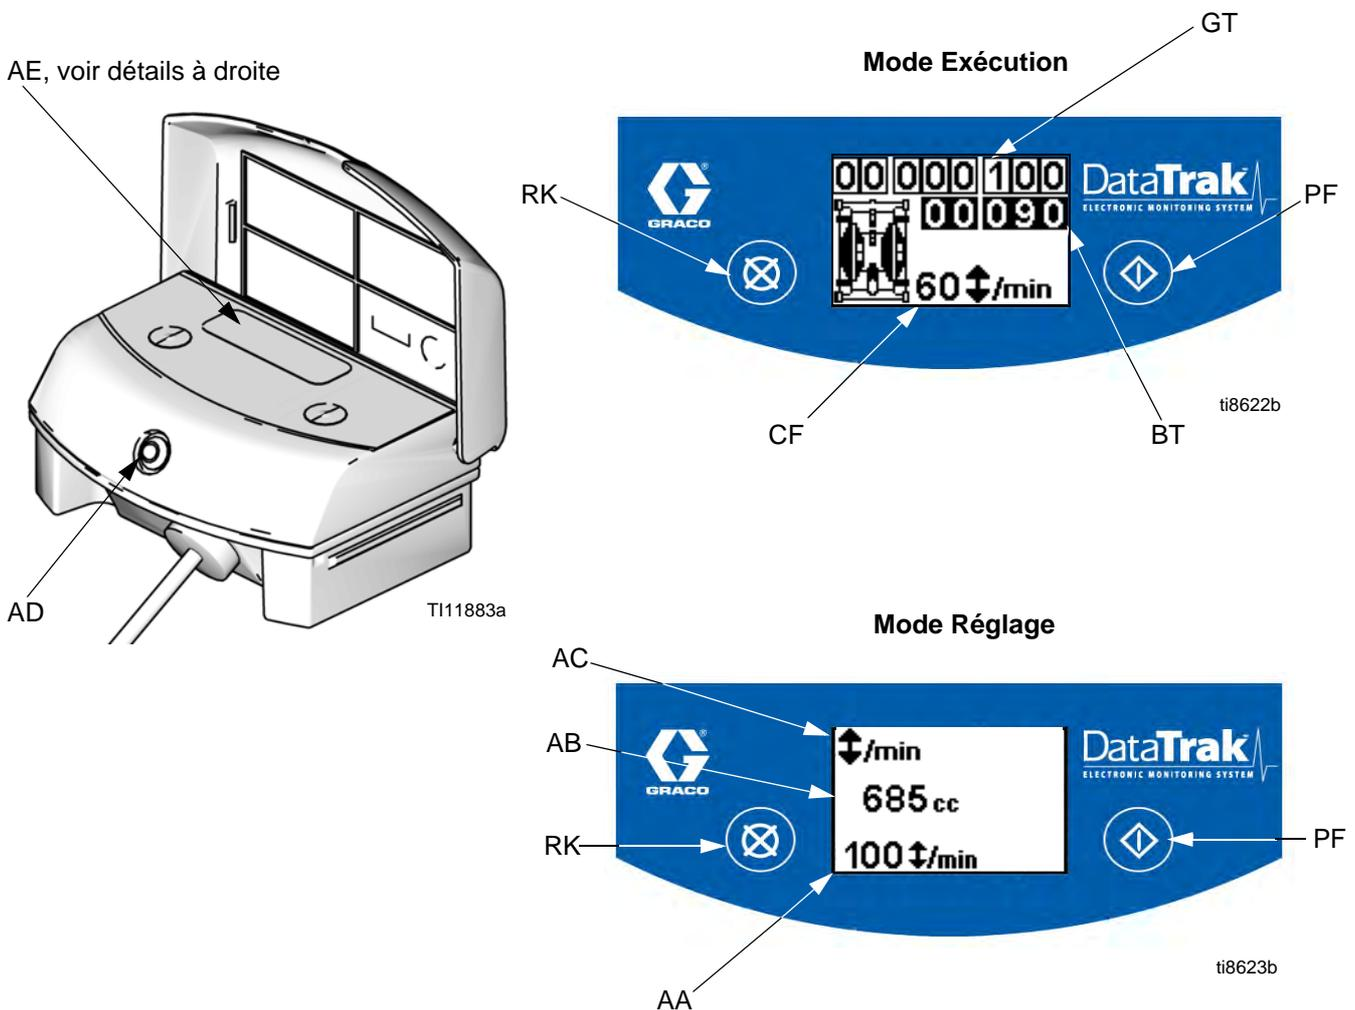

Fig. 1. Commandes et voyants DataTrak
1. Voir Fig. 1. Appuyez et maintenez  pendant 5 secondes jusqu'à ce que le menu du Réglage apparaisse.
REMARQUE : Pour désactiver le contrôle de l'emballement, passer en mode réglage et réglez la valeur d'emballement à 0 (zéro). Voir Fig. 1.
1. Voir Fig. 1. Pour entrer en mode Amorce/Rinçage, appuyez sur n'importe quelle touche pour activer l'affichage, puis appuyez sur . Le symbole de Amorce/Rinçage apparaîtra dans l'affichage
Voir Fig. 1. L'affichage (AE) s'éteindra après 1 minute d'inactivité en mode Exécution ou 3 minutes en mode Réglage. Appuyer sur n'importe quelle touche pour activer l'affichage.
DataTrak peut diagnostiquer plusieurs problèmes avec la pompe. Lorsque le moniteur détecte un problème, la DEL (AD, Fig. 1) clignotera et un code de diagnostic apparaîtra sur l'affichage. Voir Tableau 1, page 10.